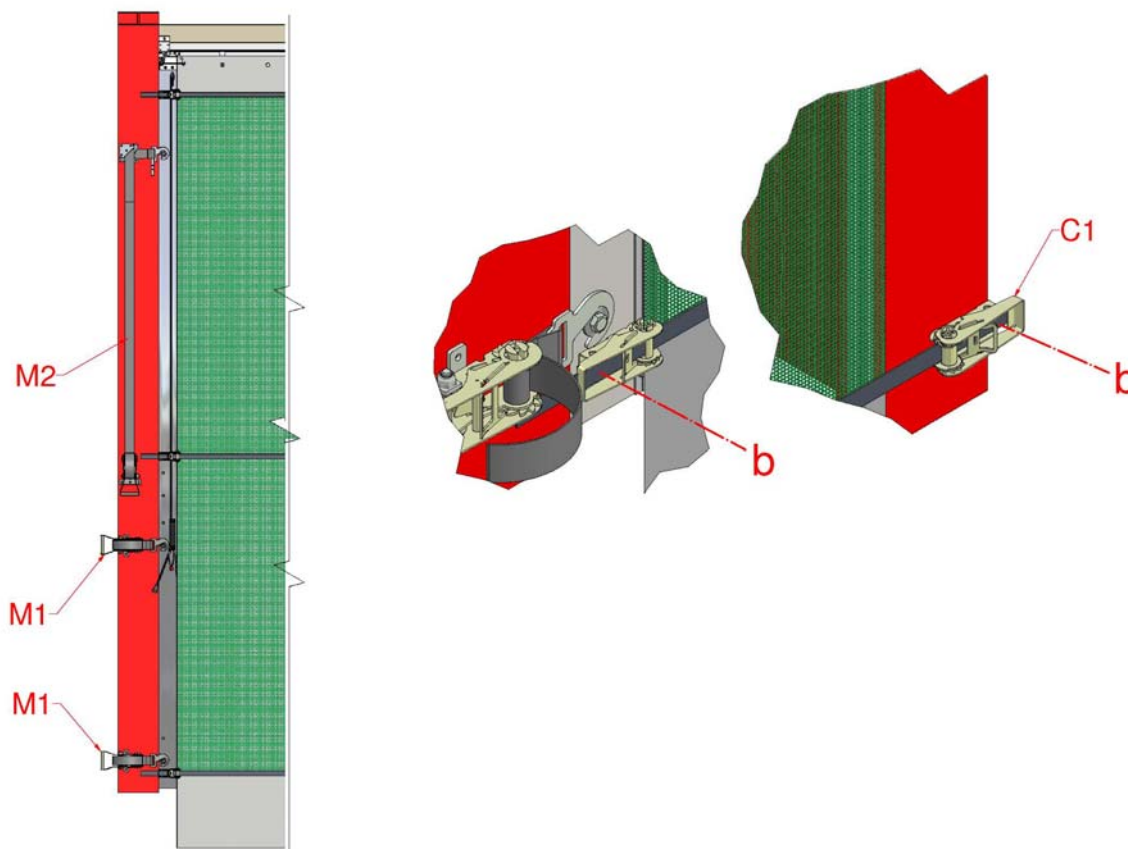

Figure 9, Pose des cliquets
Aligner les cliquets de 25 mm (C1) sur les sangles du rideau et les fixer au poteau coulissant au moyen des vis autoportantes M5.5x32 (b) fournies. Faire de même à l'extrémité fixée au bâtiment avec ses propres fixations pour les cliquets, Figure 9.
12. Insérer les sangles de 50 mm et crochets (M1/M2) dans les cliquets. Tirer le poteau coulissant jusque contre la face du bâtiment. Fixer le crochet aux goujons de fixation et les tendre au moyen des cliquets de 50 mm, Figure 9.